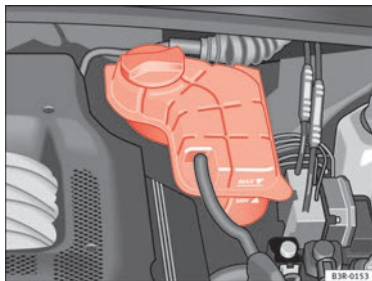

Abb. 172 Motorraum:
- Lesen Sie den Kühlmittelstand an dem Kühlmittel-Ausgleichsbehälter ⇒ Abb. 172 ab. Er muss bei kaltem Motor zwischen den Markierungen „min“ und „max“ liegen. Bei warmem Motor kann er auch etwas über der Markierung „max“ liegen.
- Legen Sie einen Lappen auf den Deckel des Kühlmittel-Ausgleichsbehälters ⇒ Abb. 172 und schrauben Sie den Deckel **vorsichtig** linksherum ab ⇒ ⚠.